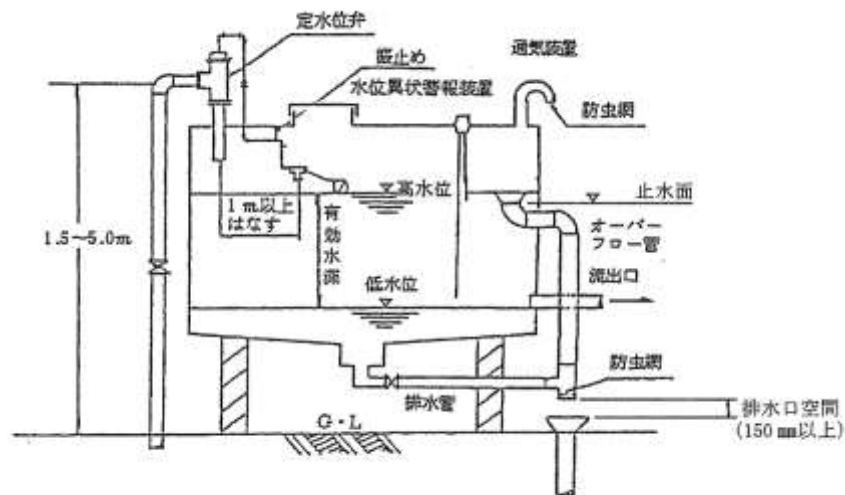
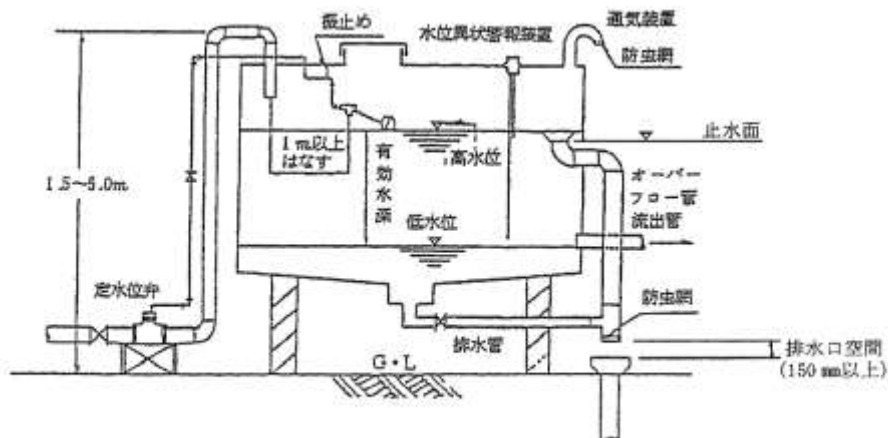

図 2.11-2 地上に設置する受水槽の標準図 1
図 2.11-3 地上に設置する受水槽の標準図 2
- 1) 地上に設置する場合の標準は、図 2.11-2 又は、図 2.11-3 のとおりとする。